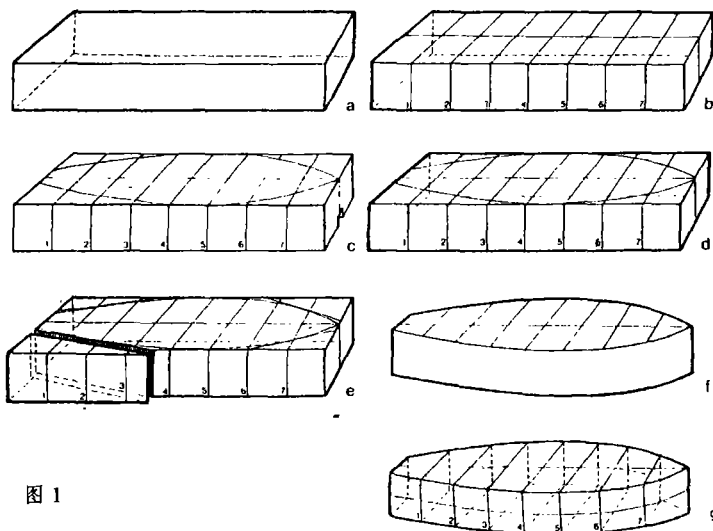

图1
(1) 先从图纸上量出船体的长度、宽度及高度，然后寻找适合于该长方体的木料（应含有一定的加工余量），将长方体木料修整刨平，按木材的纵向长度与宽度画出中心线（即型线图的中纵剖面），并按型线图画出肋面线，所画肋面线的多少视制作的需要而定，所取肋面线越多，模型船体越逼真准确，通常因为船首尾线型变化大，故首尾可适当多画几道肋面线（图1）。